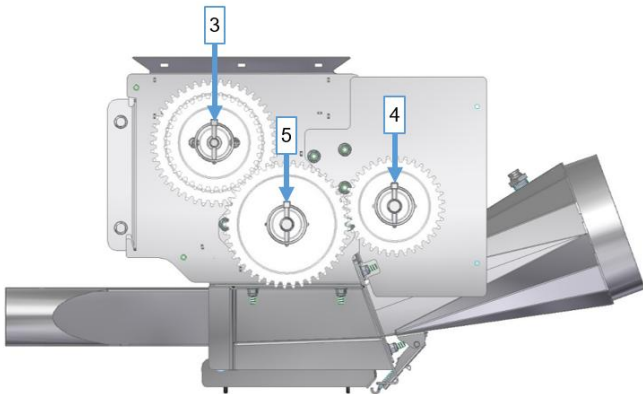
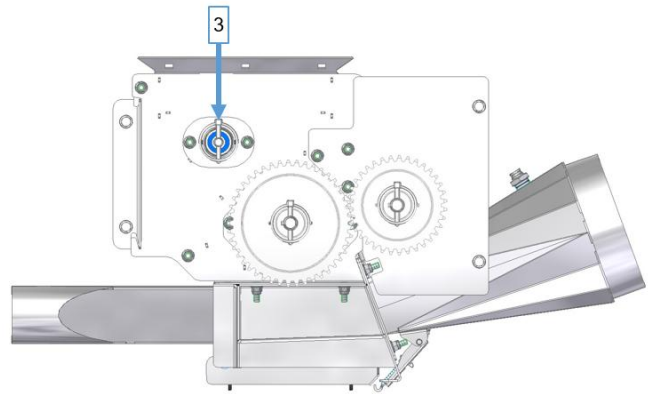

Figura 32
Figura 33
- El pasador abatible [3] montado en la rueda dentada doble [3] del agitador y el pasador abatible [4] para el accionamiento del eje de siembra se retiran. (véase Figura 32). A continuación se pueden retirar ambas ruedas dentadas [3, 4]. El pasador abatible [3] del eje agitador se puede volver a montar y la rueda dentada doble [3] debe permanecer desmontada. (véase Figura 33).